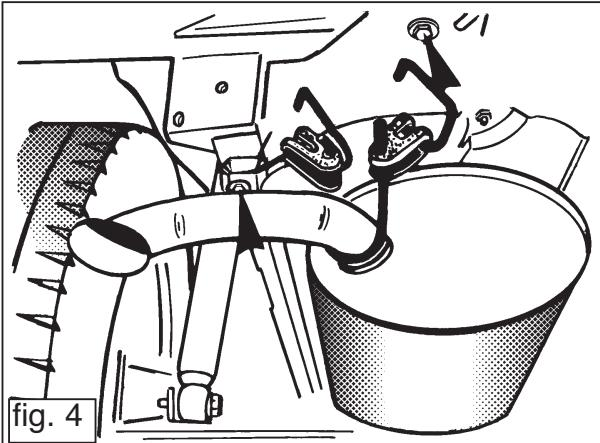
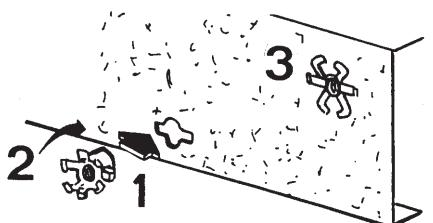

fig. 4
fig. 5
2. Demonter det yderste udstødningsophæng ifølge fig.4. Fjern bitumenlaget på berøringsfladerne ifølge fig.5 og placér fire burmøtrikker. Ifald de særlige huller til fløjmøtrikkerne ved punkterne B, jævnfør fig. 7, ikke er tilstede, bør M8 planskiverne og M8 møtrikkerne afstemmes herefter.
2. Desmontar la última suspensión del tubo de escape de acuerdo a la fig. 4. Retirar el betún de las superficies adyacentes de acuerdo a la fig. 5 y colocar las cuatro tuercas jaula. Si a la altura de los puntos B, véase la fig. 7, faltan los orificios especiales para las tuercas prisioneras, será preciso aplicar arandelas planas M8 y tuercas M8.
2. Ostatnie mocowanie wydechu zdjąć rys.4 a następnie stosując się do rys.5 usunąć masę bitumiczną w miejscach styku. W dalszej kolejności umieścić cztery nakrętki samo zakleszczające w punktach mocowania haka holowniczego. Jeżeli w punktach B (patrz rys. 7) nie znajdują się specjalne otwory dla nakrętek samo zakleszczających, należy wykorzystać podkładki M8 oraz nakrętki M8.